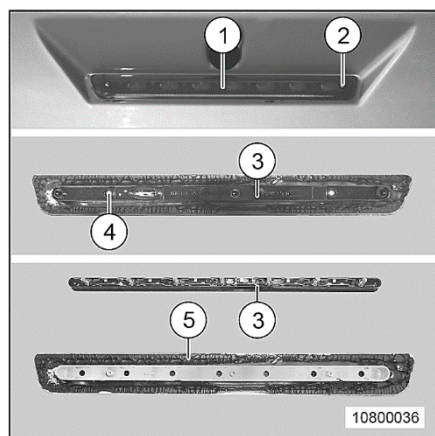

Fig. 203 Troisième feu de freinage
- Pour remonter le troisième feu de freinage (Fig. 203/1), appliquer du mastic d'étanchéité frais (Fig. 203/5). Le mastic d'étanchéité est en vente chez les partenaires de service Carthago.
1. Desserrer les vis (Fig. 203/2) du troisième feu de freinage (Fig. 203/1).
2. Retirer le troisième feu de freinage (Fig. 203/1). En raison du mastic d'étanchéité, ceci demande un peu d'énergie est nécessaire.
3. Sur la face arrière du troisième feu de freinage (Fig. 203/1), retirer les vis (Fig. 203/4) de la baguette en plastique (Fig. 203/3).
4. Enlever la baguette en plastique (Fig. 203/3) et remplacer l'ampoule.